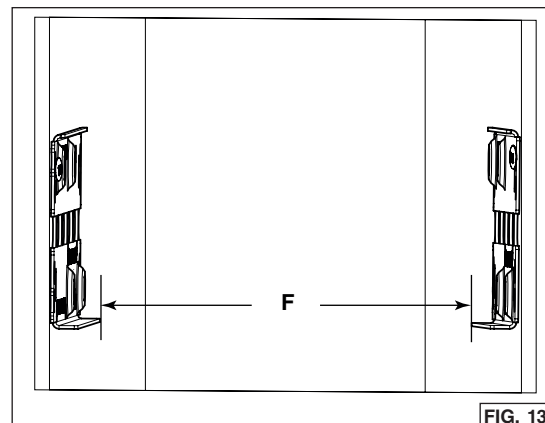

FIG. 13
7. Mesurer la distance entre les rebords du bas des deux supports (**F**) (FIG. 13). Le tableau ci-dessous indique les distances appropriées nécessaires :